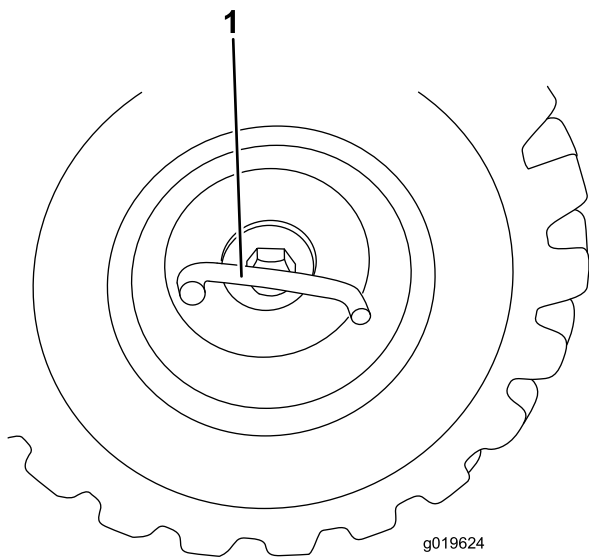

Figura 16
2. Retire el perno grande en T del centro de la rueda con una palanca (Figura 16).